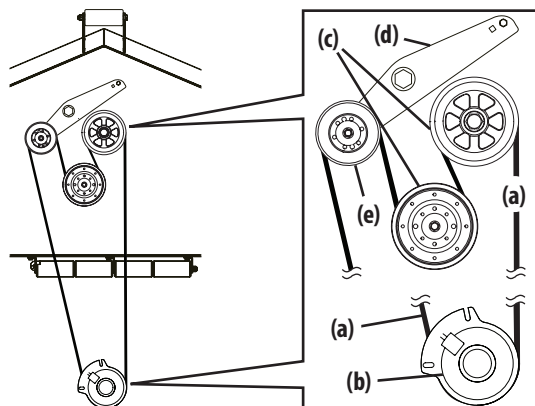

Figure 38
1. Retirez la courroie de la prise de force (a) du plateau de coupe en suivant les instructions des ÉTAPES 1 à 3 de la section Retrait du plateau de coupe, puis retirez-la d'autour de l'embrayage de la prise de force (b) (Figure 38).
2. Acheminement de la courroie de PDF (a) (Figure 38).
3. Après avoir acheminé la courroie autour de la poulie de PDF (c), utilisez une clé de 1/2 po (12.7 mm) dans le support de la poulie de tension (d) et tournez vers la droite de la tondeuse pour terminer l'acheminement de la courroie autour de la poulie de tension (e) (Figure 38).